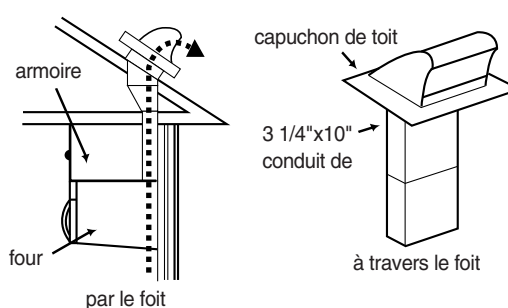

Figure 6
- **Évacuation par le toit** Si le four est posé sur un mur donnant sur l'extérieur et à proximité d'un toit, comme l'illustrent les figures 6 (conduit de 3 1/4 x 10 po [8,2 x 25,4 cm]) et 8 (conduit de 6 po [15 cm] de diamètre).